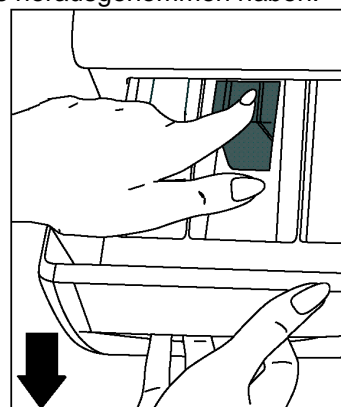

ABBILDUNG 2
- Heben Sie die Vorderseite des Fachs an und ziehen Sie es vollständig heraus (ABBILDUNG 2).